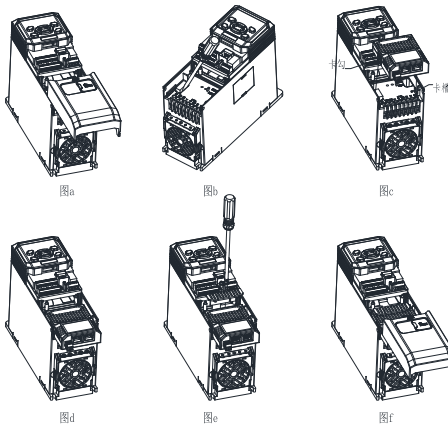

图 6 Modbus TCP 通讯选件安装步骤图
- (1) 变频器非上电状态下，按下下盖板中上部颗粒状处，用力向下滑动，取下变频器下盖板，如图 6-a 所示。
- (2) 使用一字螺丝刀撬掉防尘盖，如图 6-b 所示。
- (3) 安装 Modbus TCP 选件：将内装有总线卡的扩展盒朝上（指示灯朝上），对准安装位置 2 总线电气接口，水平往下按压，使得扩展盒弹压式卡口和变频器下端卡勾咬合，如图 6-c 与图
6-d 所示，再用随机附送的压片固定扩展选件并用螺栓锁紧（仅箱体 B 机型），如图 6-e 所示。
(4) 完成总线选件组装，如图 6-e 所示。